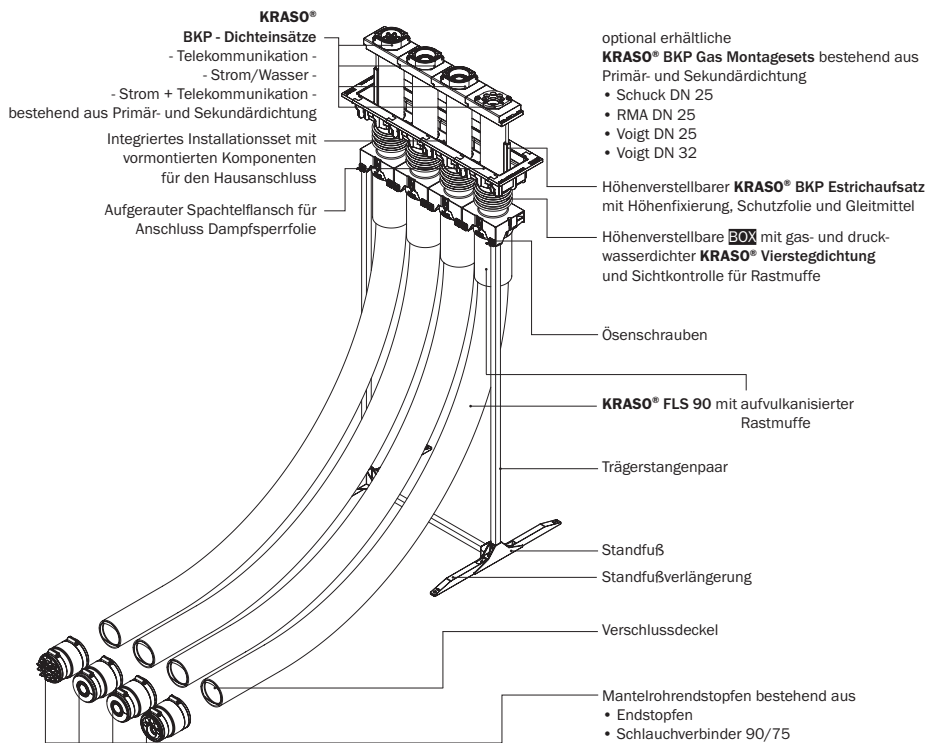
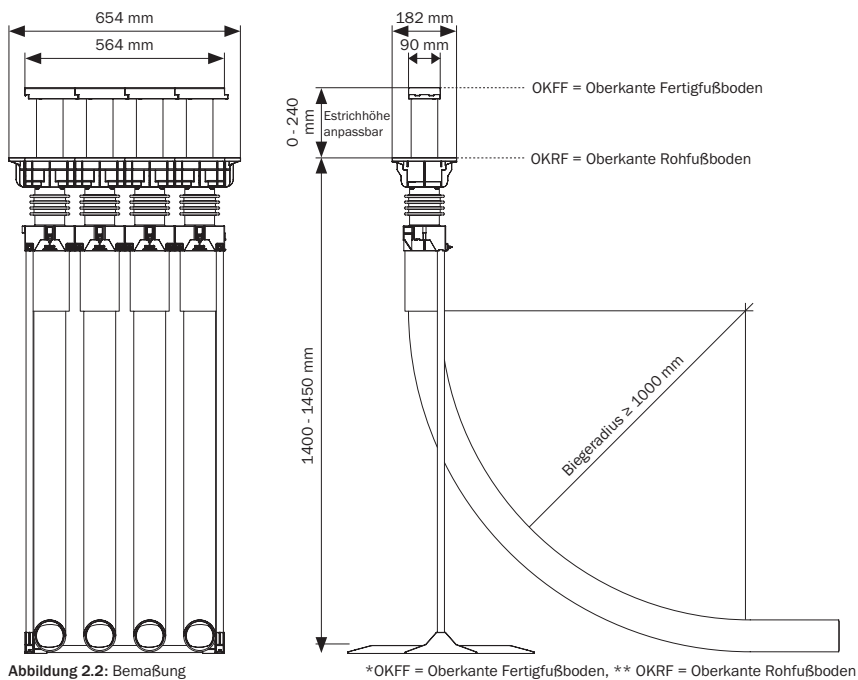

Abbildung 2.1: Komponenten
Abbildung 2.2: Bemaßung
2. Produktbeschreibung (s. Abbildung 2.1)
Das **KRASO® Bauherren-Komfortpaket - Boden - BOX - 4-fach** enthält alle Komponenten für eine gas- und druckwasserdichte Hauseinführung aller Versorgungsleitungen (Gas, Wasser, Strom, Telekommunikation) bei nicht unterkellerten Gebäuden (s. Abbildung 2.1 auf Seite 4). Der Lieferumfang kann je nach gewünschter Ausführung variieren (s. Seite 5). Die Bemaßung entnehmen Sie der Tabelle 2.1 auf dieser Seite bzw. der Abbildung 2.2 auf Seite 4.